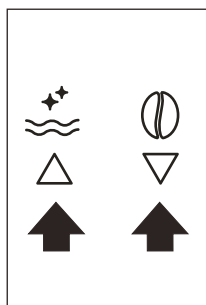
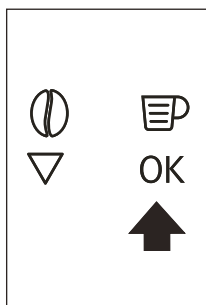

Fig. 9
Fig. 10
- ▶ Para definir o idioma, utilize os ícones Δ ∇ (B7 e B8) para escolher o idioma pretendido (Fig. 9). Quando aparecer a mensagem "PRESS OK TO CHOOSE ENGLISH" (PREMIR OK PARA DEFINIR PARA INGLÊS), prima o ícone OK (B9) (Fig. 10) durante 3 segundos até aparecer "ENGLISH INSTALLED" (INGLÊS INSTALADO). Se definir o idioma errado, siga as instruções na secção „Definir o idioma“. Se o seu idioma não estiver disponível, selecione um dentre os exibidos. As instruções referem-se à versão em inglês. Em seguida, siga as instruções exibidas.
- ▶ Prima o ícone OK (B9) (Fig. 10) e após alguns segundos, flui um pouco de água do bico.